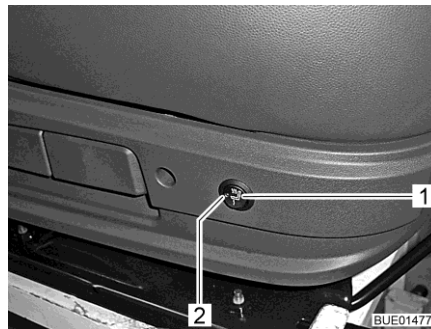

Fig. 28 Interrupteur du chauffage de siège
- Appuyer sur l'interrupteur (Fig. 28,1) situé à l'arrière, du côté gauche de la console de siège.
La DEL (Fig. 28,2) est allumée quand le chauffage de siège fonctionne.
- Placer l'interrupteur (Fig. 28,1) en position intermédiaire. La DEL s'éteint.